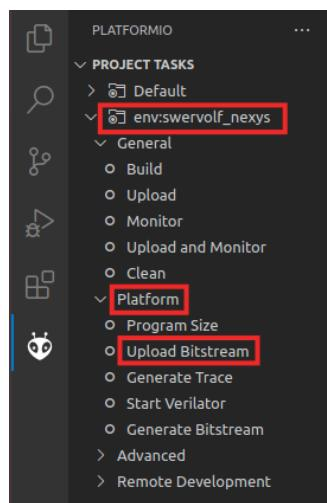

图14. 上传比特流
- 然后展开“Project Tasks”（项目任务）→ env:swervolf_nexys → “Platform”（平台），并单击“Upload Bitstream”（上传比特流），如图14所示。一到两秒后，将使用RVfpgaNexys SoC对FPGA进行编程。